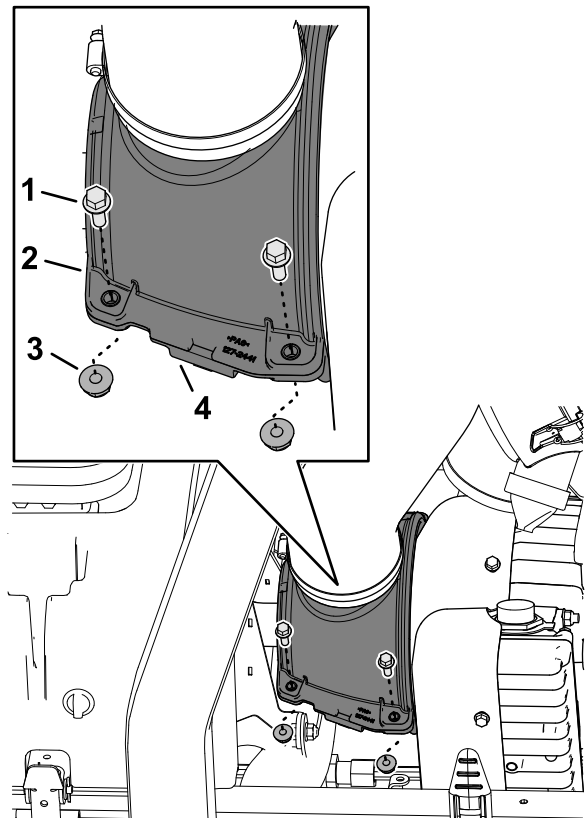

Figura 71
3. Sujete las mitades de las cubiertas de aire de refrigeración del generador y los limitadores de compresión con los 4 tornillos con arandela prensada y las 4 contratuercas con arandela prensada (Figura 71).